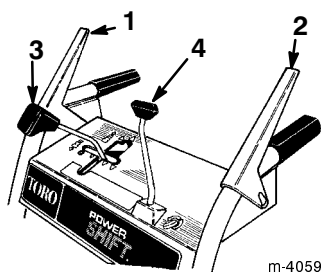

Figure 12
- **Commande de tarière/roue hélice** (Fig. 12)—Pour embrayer la tarière et la roue hélice, serrez la manette contre la poignée de droite du mancheron de droite. Pour les débrayer, lâchez la manette.
- **Commande de traction** (Fig. 12)—Pour embrayer la traction (entraînement des roues), serrez la manette contre la poignée du mancheron de gauche. Pour arrêter la traction, lâchez la manette.
- **Changement de vitesse** (Fig. 12)—La commande offre un point mort, quatre vitesses de marche avant et deux de marche arrière, plus la fonction de changement assisté de la position des roues (Power Shift). Pour sélectionner la vitesse, placez le levier dans la position souhaitée.
- **Commande d'orientation de l'éjecteur** (Fig. 12)—Tournez la commande d'orientation dans le sens des aiguilles d'une montre pour déplacer l'éjecteur vers la droite, ou en sens contraire pour le déplacer vers la gauche.
1. Mettez le changement de vitesse au point mort (N) et la commande des gaz (Fig. 12) en position Rapide.
1. Relâchez les manettes de commande de traction et de tarière/roue hélice (Fig. 12).